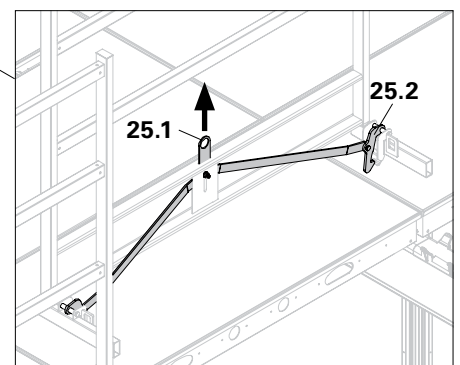

Fig. A8.07
1. Puxar o olhal para cima (25.1). (Fig. A8.07)
1. Puxar o olhal (25.1) para cima. (Fig. A8.07)